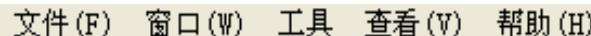

图 5.2 菜单栏
- 菜单栏由 4 个下拉菜单项组成（如图 5.2）。单击每个菜单项都会出现一个下拉菜单，各对应一组功能。这 4 个菜单项的子菜单项包含了本软件的全部功能。当某些菜单项呈置灰状态时表示当前状态下此功能无效。